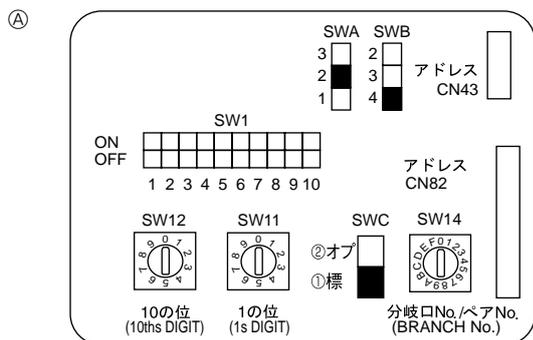

Fig. 4-4
4.5. Configuration des adresses (Fig. 4-4)
- ① Comment définir les adresses
- ② Comment définir les numéros des ramifications SW14 (série R2 seulement)
- ④ Tableau d'adresses
4.6. Réglage du commutateur pour haut plafond ou en cas de modification du nombre de sorties d'air (Fig. 4-4)
①	②	③
④	4 sens	2,7 m	3,2 m
③	3 sens	3,0 m	3,6 m
②	2 sens	3,3 m	4,0 m
4.7. Détection de la température ambiante à l'aide du capteur intégré de la commande à distance (Fig. 4-4)